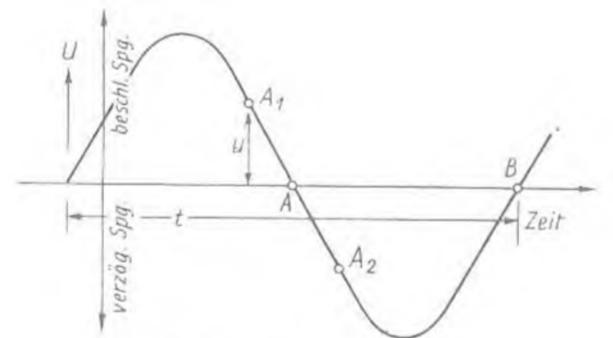

Abb. 4. Prinzip des Synchrotrons
evtl. auch ohne Anzeigesystem, eingesetzt werden, und zwar eine Triode oder auch eine Pentode (Abb. 4). Da es sich um eine normale NF-Stufe handelt, erübrigen sich nähere Erläuterungen dazu. Ebenfalls ein Verstärkersystem enthalten die Typen EFM 1, EFM 11 und UFM 11, und zwar eine Regelpentode (Abb. 5). Der Ersatz erfolgt nach Abb. 6 durch eine Pentode. Handelt es sich um eine Regelpentode, so kann die Regelspannung wie in Abb. 5 angelegt werden, andernfalls ist der Gitterableitwiderstand mit Masse zu verbinden. Die Größen der Schaltelemente sind hier nicht angegeben, da sie sich nach den verwendeten Ersatzröhren zu richten haben; im allgemeinen werden sie von den bereits vorhandenen Werten kaum wesentlich abweichen.
mit der Geschwindigkeit zunimmt, wobei  $m_0$  die „Ruhemasse“ des Teilchens und  $c$  die Lichtgeschwindigkeit bezeichnet. Die Geschwindigkeit eines im Zyklotron beschleunigten Teilchens erreicht beim Austritt etwa  $1/10 c$ , was nach (4) eine Massenzunahme von  $1/2\%$  bedeuten würde. Das bewirkt aber, daß das Teilchen nach vielen Umläufen — es sind ja einige hundert — außer Tritt kommt. Die von Mc. Millan und etwa gleichzeitig von Veksler geäußerte Idee überlistet gewissermaßen die Zunahme der Teilchenmasse mit zunehmender Geschwindigkeit und schließt insofern an das Betatron an, als man die Teilchen  $10^5$  und mehr Umläufe machen läßt. Wir stellen uns zunächst ein Teilchen vor, das immer dann gerade den Schlitz der beiden D-Elektroden passieren soll, wenn die HF-Spannung den Wert Null hat (Abb. 4). Innerhalb einer Schwingung von der Zeitdauer  $t$  gibt es zwei derartige Nullstellen A und B. Das Teilchen wird in Resonanz sein, jedoch keine Energie beim Durchqueren des Beschleunigungsraumes aufnehmen. Beim nächsten Umlauf soll es etwas früher, etwa bei  $A_1$ , eintreffen. Es trifft im